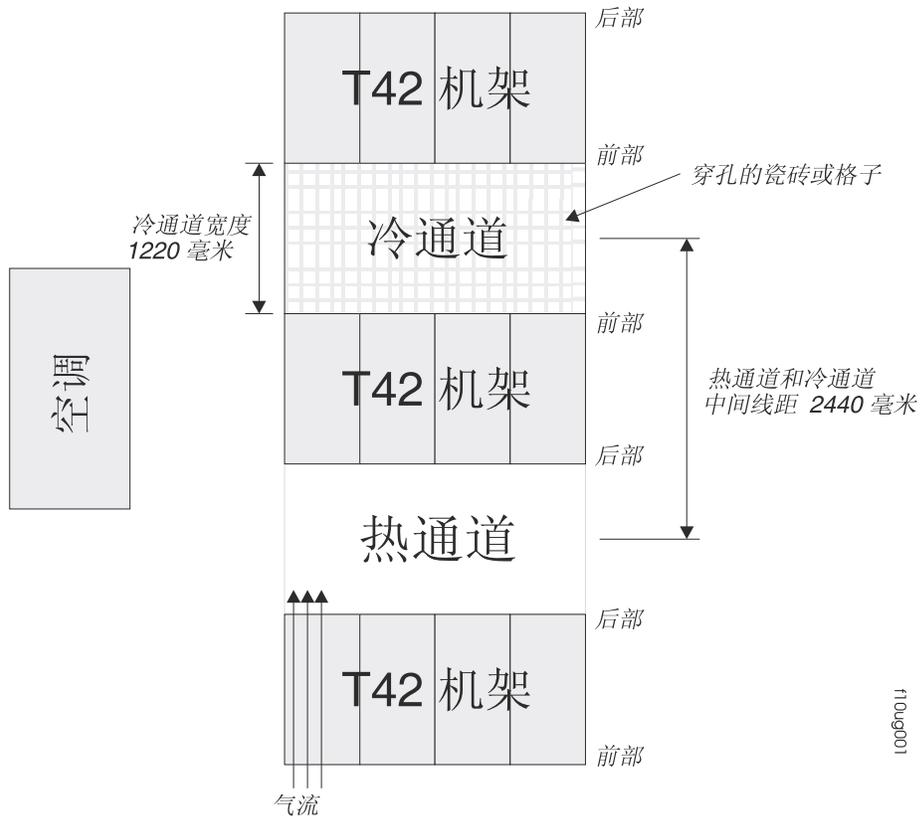

图 12. 冷通道/热通道机架式机箱配置的示例
- 空气从机架式机箱正面进入，从背面排出。为了防止从机架式机箱中排出的空气进入其他设备的入口，必须将机架式机箱以背靠背和面对面的方式一排一排地交替放置。这种排列方式被称为冷通道/热通道，如第 28 页的图 12 中所示。